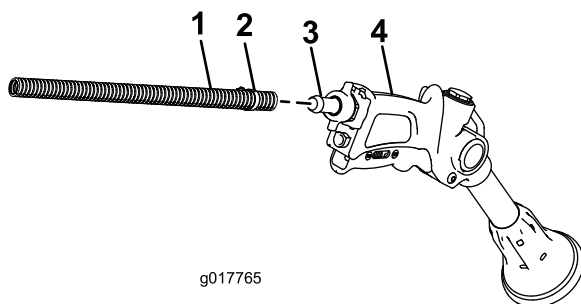

Рисунок 20
2. Подсоедините свободный конец длинного шланга к фитингу распылителя (Рисунок 20).